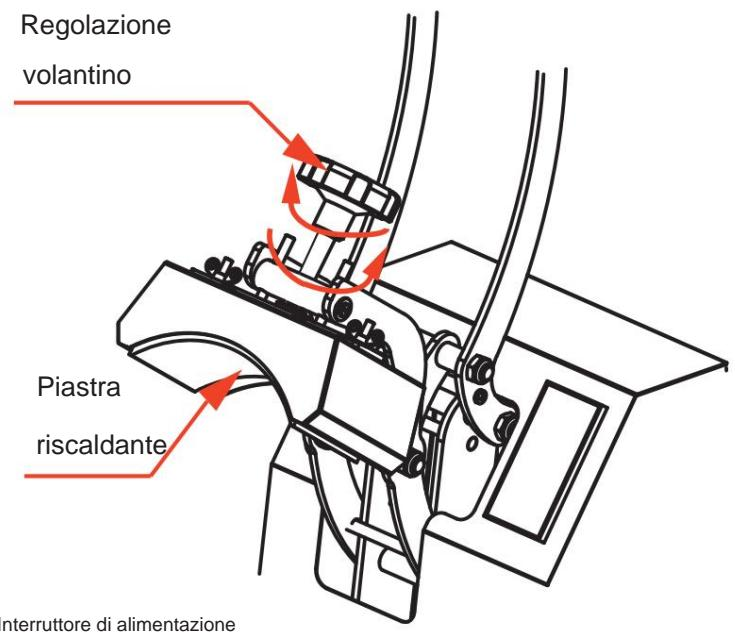

Figura 2
1. Ruotare la "manopola di regolazione" in una posizione di pressione appropriata, come mostrato nella Figura 2.